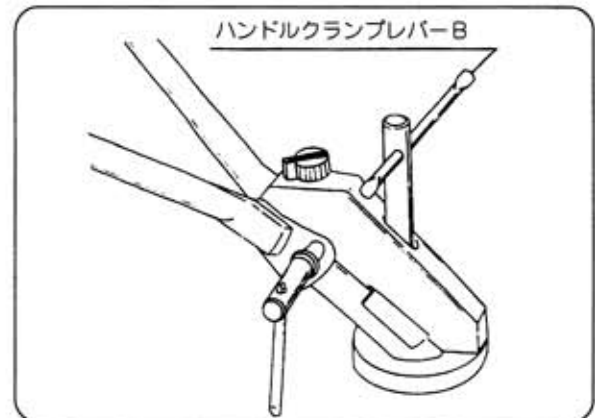

図21
- ② 左右の回転はハンドルクランプレバーBをゆるめて、左右にハンドルを移動してください。菊座締付けで12度毎の固定が可能です。(図21・22)